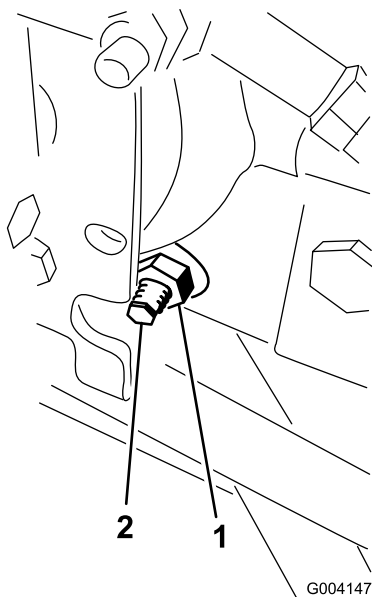

Figura 66
3. En el lado derecho del hidrostato, afloje la contratuerca de la leva de ajuste de tracción (Figura 66).